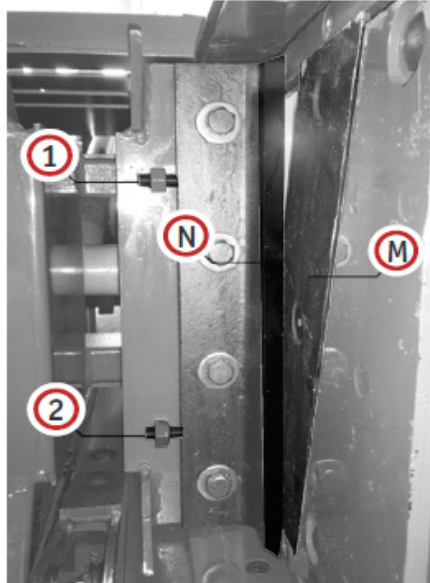
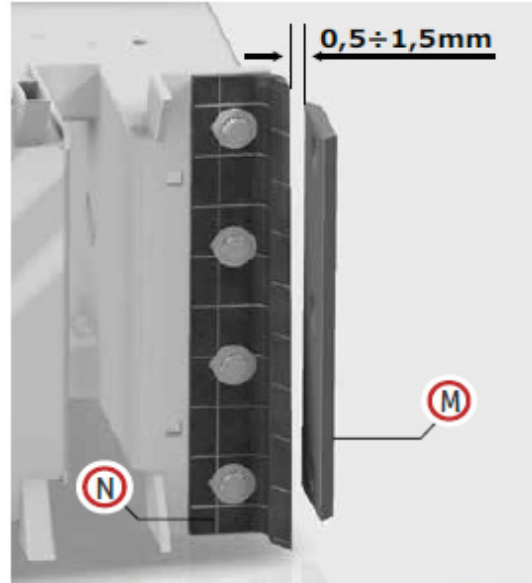

Fig.4
Fig.4b
4. El cortador del pistón (N) está demasiado lejos del de la cámara de compresión (M). En este caso, debe restaurar la distancia de entre 0.5 y 1.5 mm entre los dos cortadores (Fig. 4b), utilizando los pernos adecuados (1) (2) (Fig. 4).